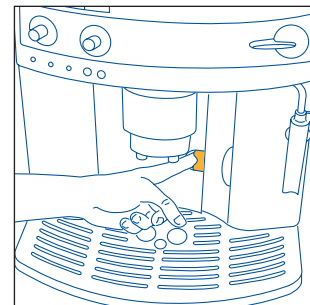
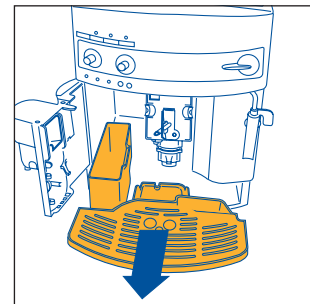

Fig.15
Fig.16
**OPMERKING 7:** het apparaat telt de hoeveelheid gezette kopjes koffie. Na elke 14 gewone kopjes (of 7 dubbele), brandt het controlelampje  continu hoofdstuk (12 – punt 3) om aan te geven dat het bakje voor koffiedik vol is. Maak het bakje leeg en reinig het. Zolang het bakje voor koffiedik niet wordt gereinigd, blijft het controlelampje branden en kan geen koffie worden gezet. Voor de reiniging, open het dienstluikje vooraan door aan het handvat te trekken (fig. 15); het controlelampje  knippert (zie par. 12 punt 9); verwijder nu het druipbakje (fig. 16), ledig en reinig het. Maak het bakje voor koffiedik leeg en reinig het, door alle restjes die zich op de bodem hebben afgezet zorgvuldig te verwijderen. Droog ook eventuele druppels condensvocht af aan de binnenkant van het apparaat en onder het druipbakje.
- open het dienstluikje (fig. 15);
- verwijder het druiptakje en het bakje voor koffiedik (fig. 16) en was deze;